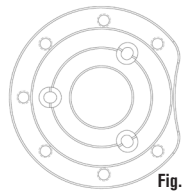

Fig.1
2. Plaque de cache, de 6" à 9,25" Fig.1